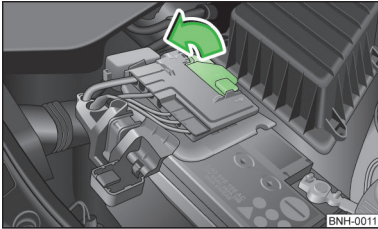

Abb. 103
- Die Abdeckung in Pfeilrichtung aufklappen » **Abb. 103**.